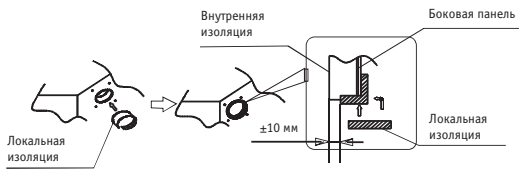

Рис. 5
- Убедитесь, что внутренняя поверхность изоляции плотно прилегает к торцу внутренней изоляции и боковой панели. (См. рис. 5)